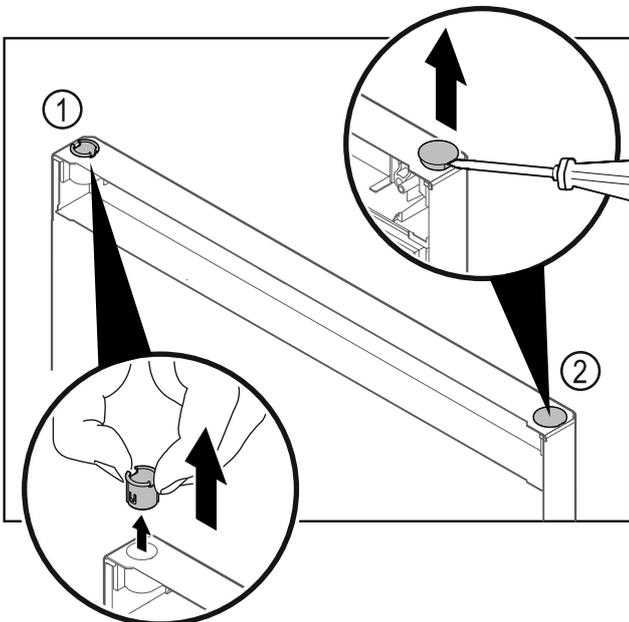

Fig. 21 Kühlteiltür
- Scharnierbuchse Fig. 21 (1) mit den Fingern herausziehen.
- Abdeckstopfen Fig. 21 (2) vorsichtig mit einem Schlitzschraubendreher anheben und herausziehen.